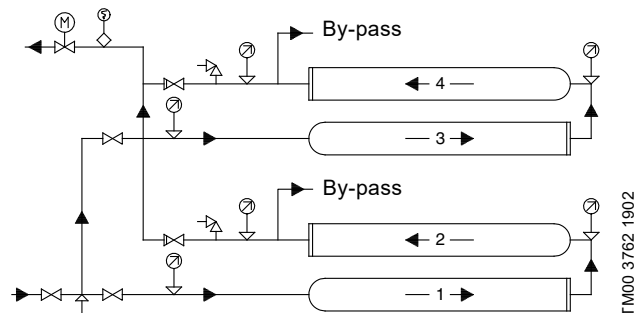

Fig. 8 Groupe de surpression avec deux modules connectés en série et en parallèle, montés les uns au-dessus des autres
- Pour les modules connectés en série et en parallèle, montés les uns au-dessus des autres, il est recommandé de raccorder la tuyauterie comme indiqué à la fig. 8.